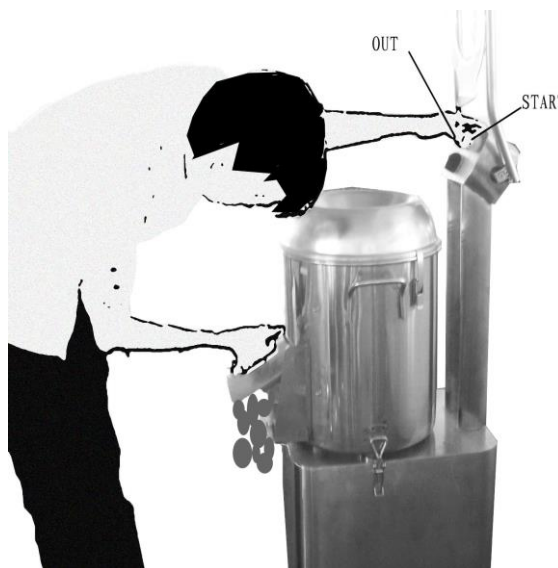

Рисунок 10-Выгрузка обработанного продукта
- 5 для того, чтобы выгрузить продукт, откройте дверцу выпуска, удерживая её в открытом положении правой рукой, и в то же самое время нажмите левой рукой и удерживайте нажатыми кнопки «Выгрузка» (OUT) и «Пуск» (START); машина начнёт выгружать картофель, который будет выбрасываться наружу под действием центробежной силы (рис. 10).
(смотреть Рисунок 10)